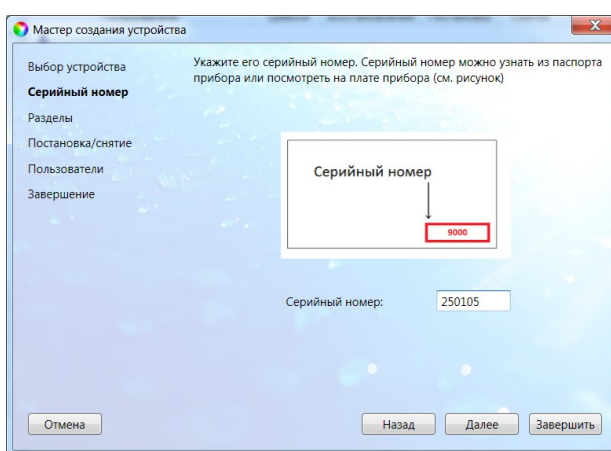

Рис. 5.6. Окно *Серийный номер*
10. В следующем окне *Серийный номер* автоматически определяется серийный номер (рис. 5.6).